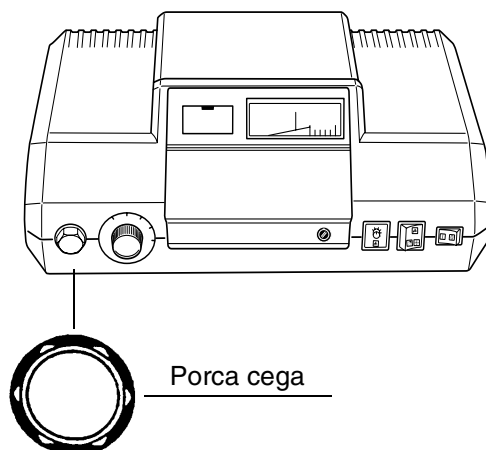

Fig. 3
- Para desbloquear o limitador de segurança da temperatura, desenrosque a porca cega no STB e prima o botão de rearme que se encontra por baixo (fig. 3).